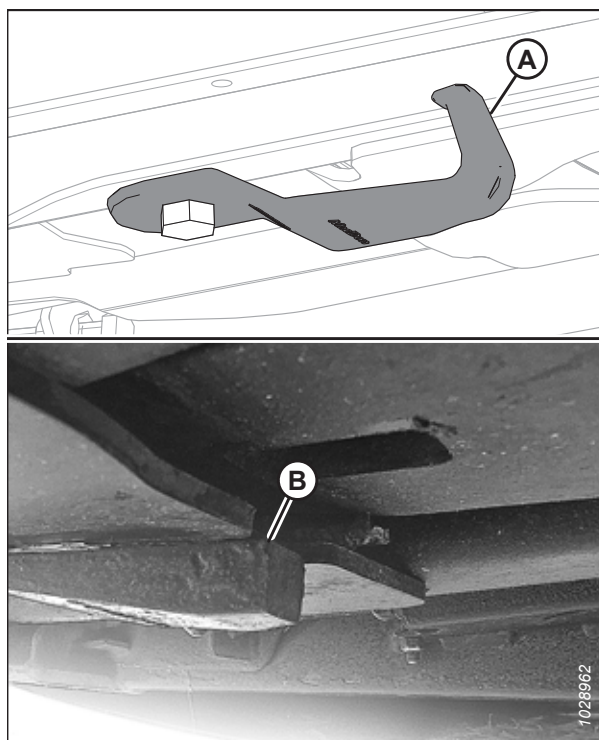

Figure 4.233: Crochets du support de bielle
La figure 4.233, page 690 montre un crochet du support de bielle non endommagé (A) et un autre endommagé (B). Support de bielle étirée non illustré.